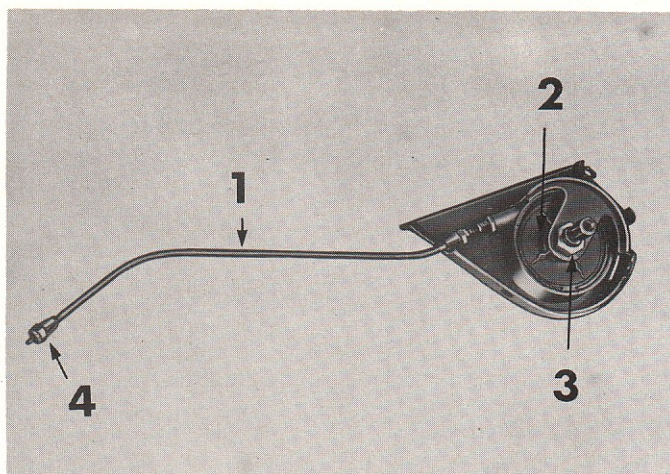

FIGURE 121 : Détail du câble de sélecteur — 1 = Gaine, 2 = Roue et câble, 3 = Ecrou hexagonal, 4 = Raccord de câble.
2. Extraire de l'arbre l'écrou hexagonal, déposer l'indicateur, extraire le frein et la plaque arrêtoir pour découvrir la poulie et le câble (Figure 121). On peut alors faire glisser l'arbre et extraire la poulie et le câble.